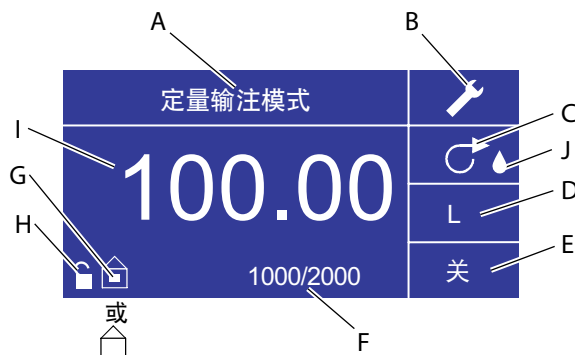

图 3-10 定量输注模式屏幕
6. **设置泵关闭时间：**用方向按钮和输入键，选中屏幕上显示的“关闭”选项（参见图3-10中的位置E），以输入关闭时间。使用方向按钮和输入键，设置泵关闭时间。屏幕中心的定时器会加亮显示，使用上/下箭头来增加/减少最右侧的数字代表的时间间隔。如果在定时器处于加亮状态下再次按下输入键，就可以使用上/下键逐个浏览数值，使用左/右键可在数字间进行切换。选择好最佳关闭时间后，请再次按压输入键进行确认。控制台现在将休息一段时间，时间长短由屏幕中心显示的时间决定。
7. **设置批次数量：**使用方向按钮和输入键，从操作屏幕上选择批次数量图标（参见图 3-10 中的位置 F）。在批次数量屏幕上使用上/下箭头调整批次数量。按下输入键，确认所设批次数量。如果数量被设定为零（0），控制台将会进行无限次循环，∞符号将会显示出来。选择退出选项，返回到控制台操作屏幕。
9. **重设批次数量：**使用方向按钮和输入键来选择“批次数量”图标（参见图 3-10 中的位置 F）。在批次数量屏幕中选择重设，按下输入键重设批次数量。选择退出选项，返回到拷贝输注操作屏幕。